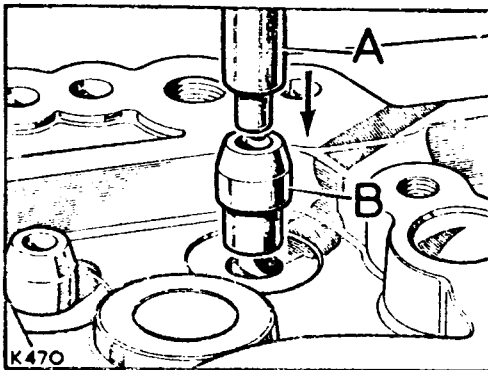

Fig. A4-80.- Montaje de gufas de válvulas.
- 2.7.- Instalar las gufas en la culata, haciendo uso del botador (A) (600959) (Fig. A4-80), para las de escape y el 601508 para las de admisión.